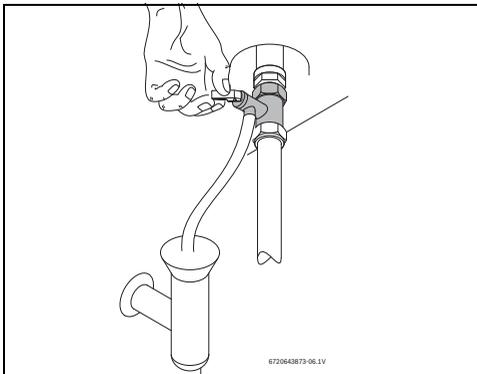

Рис. 12 Открытие предохранительного клапана вручную
- ▶ Откройте предохранительный клапан (→ рис. 12).
- ▶ Минимум один раз в месяц открывайте предохранительный клапан (→ рис. 12).